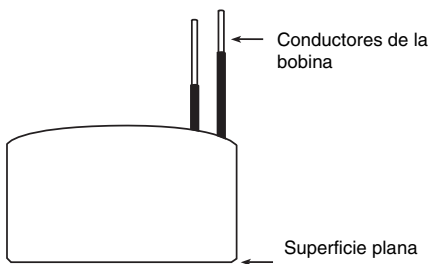

Figura 5: Ensamblaje de bobina y núcleo
6. Coloque la cubierta de la caja del imán y el ensamblaje de la bobina con la superficie plana de la bobina mirando hacia abajo. Vea la figura 5.
7. Retire los tres tornillos de cabeza hexagonal (W) del centro de la cubierta de la caja del imán. Retire el blindaje de la terminal y la cubierta de la caja del imán.
10. Coloque la bobina y el núcleo nuevos de forma que la parte posterior de la bobina esté en posición horizontal, con los conectores extendiéndose en dirección vertical. Vea la figura 5.
12. Vuelva a colocar el blindaje de la terminal y sujételo con los tres tornillos de cabeza hexagonal (W).
14. Con los seis tornillos de cabeza hexagonal (V), vuelva a instalar en la caja del imán la cubierta y el ensamblaje de bobina y núcleo.